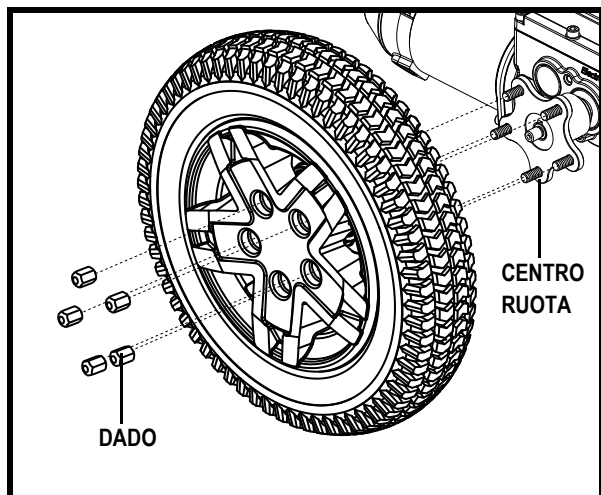

Figura 23. Ruota Motrice della Q6 Edge
4. Rimuovere la ruota motrice dall'apposita asta. **Vedere la figura 23.**